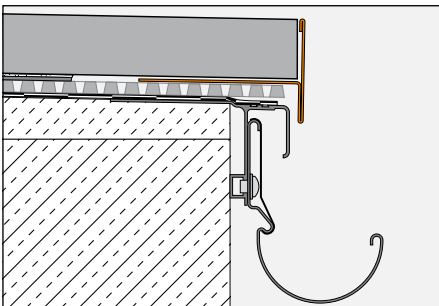

Figura 2
- 3.2 Si empleamos sobre Schlüter-TROBA-PLUS los anillos de encofrado Schlüter-TROBA-STELZ-DR (figura 2) el perfil vierteaguas Schlüter-BARA-RT debe cubrir el borde libre del pavimento flotante. Para ello se deben colocar unos puntos de apoyo de cemento sobre el ala perforada trapezoidalmente de Schlüter-BARA-RT. A continuación se colocan las placas autoportantes sobre los puntos de apoyo.